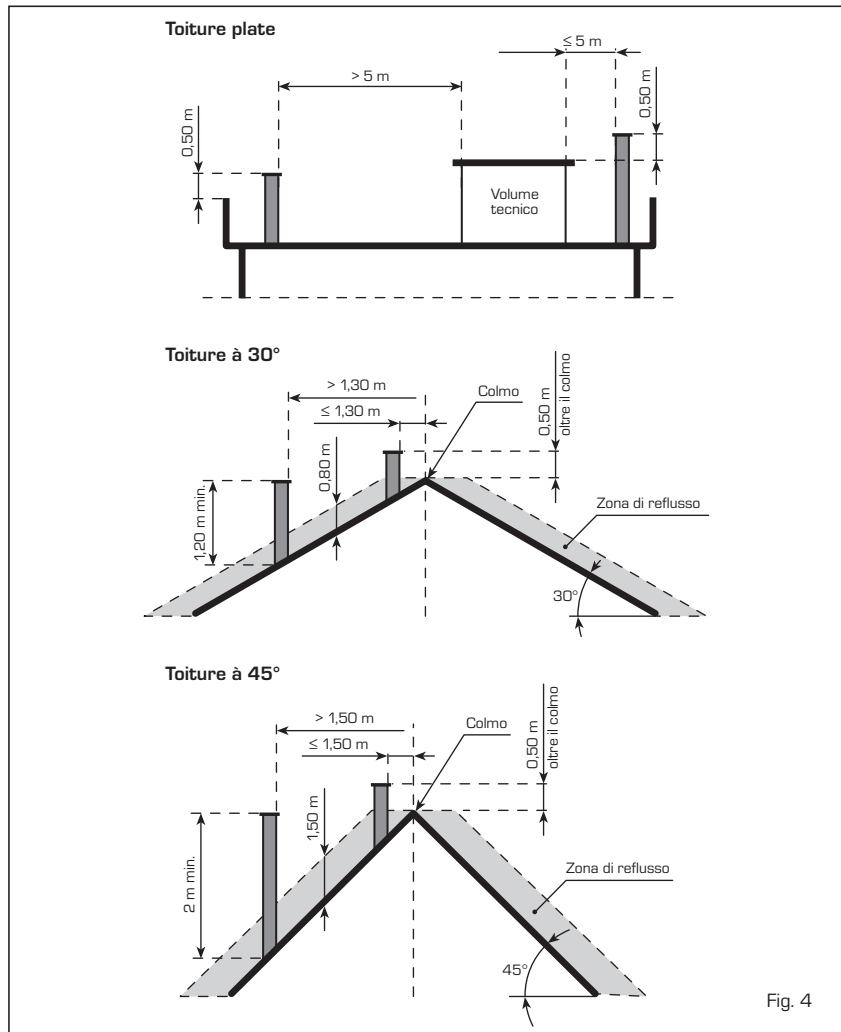

Fig. 4
2.5 CONDUIT DE CHEMINEE (fig. 4)
- être équipée en son sommet d'un faîte, dont l'embouchure doit se trouver en dehors de ce que l'on qualifie de zones de reflux, afin d'éviter la formation de contre-pressions qui entravent la bonne évacuation dans l'atmosphère des produits de la combustion. Il est donc nécessaire de respecter les hauteurs minimums qui sont mentionnées dans la figure 4;